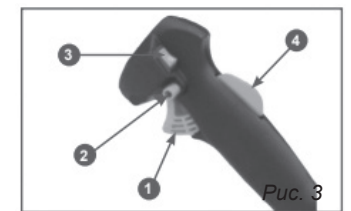

Рис. 3
5. Нажмите одновременно на рычаг газа 1 и предохранительный рычаг 4 так, чтобы рычаг газа прошел примерно 1/2 своего хода и заблокируйте его нажав на фиксатор 2 (рис.3)
8. После запуска переведите двигатель в режим холостого хода. Для этого нажмите на рычаг газа 1 (рис.3) и отпустите его. Фиксатор 2 (рис.3) при этом освободит от блокировки рычаг газа, рычаг газа встанет в положение холостого хода. Прогрейте двигатель на холостых оборотах в течение около 30-60 секунд.